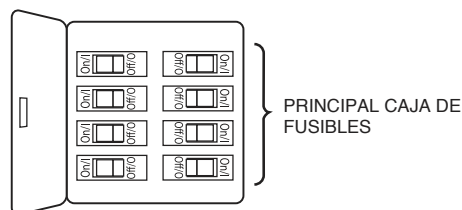

Figura 1
Piso Figura 1
Para evitar una posible descarga eléctrica, asegúrese de cortar la alimentación eléctrica de la caja de fusibles principal antes de alambrado el ventilador. (Figura 1)
Para evitar posibles descargas eléctricas, asegúrese de que la electricidad esté desconectada en la caja de fusibles principal antes de colgar el ventilador. (Figura 1)
1. Conecte el cable verde de toma de tierra de la unidad del techo a la toma de tierra de la fuente de alimentación, del motor y del conductor de control en la pared (este puede ser un cable desnudo o con aislamiento de color verde). Conecte con seguridad los cables con un conector de cable. Conecte con seguridad el cable blanco (que viene del motor) al cable blanco de la fuente de alimentación (neutro) usando un conector de cable. Conecte con seguridad el cable negro (que viene del motor) al cable negro del control de pared usando un conector de cable. Conecte con seguridad el cable azul (que viene del motor) al cable azul del control de pared usando un conector de cable. (Figura 1)
2. Luego de empalmar los cables y realizar la conexión, sepárelos y dóblelos hacia arriba con el conductor con conexión a tierra y el unidad del techo a tierra del equipo debe ir en un lado de la caja de distribución eléctrica y el unidad del techo a tierra debe ir del otro lado. (Figura 1)
1. Levante el ventilador del enganche del soporte colgante e instale su ventilador deslizando la unidad del motor con dos tornillos aflojados en las ranuras en forma de "L" de la soporte del ventilador. Asegúrese de que todo el cableado se introduce adecuadamente en la cubierta del techo y que no se presiona ningún cable. Una vez que la motor está colocada y alineada con el techo, gire en el sentido de las agujas del reloj para asentar los tornillos en la parte correcta de la ranura. A continuación fije adecuadamente los tornillos. (Figura 1)